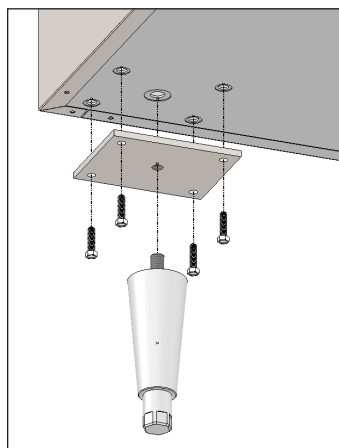

Fig. 1. Instale la placa de montaje y el pie de nivelación.
4. Enrosque los pies de nivelación en la placa de montaje. Véase la fig. 1.